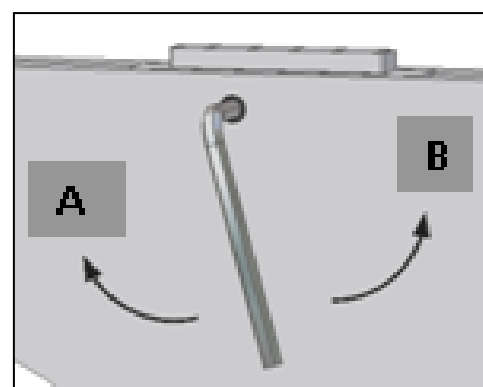

Fig. 3
- Encaixar o **painel das costas** no painel de solo e apertar os fechos (Fig.3);